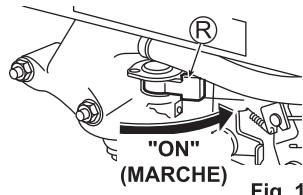

Fig. 11
- Placez le robinet de carburant (R) sur la position "ON" (MARCHE). (Voir Fig. 11)